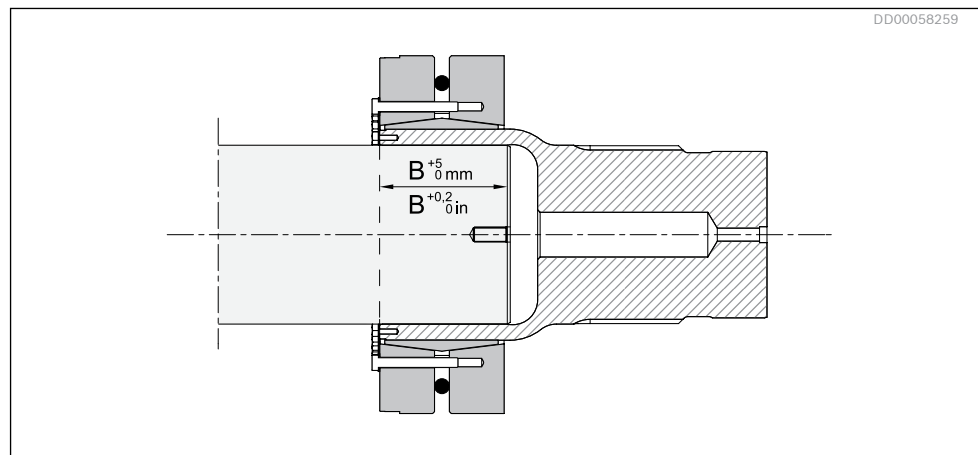
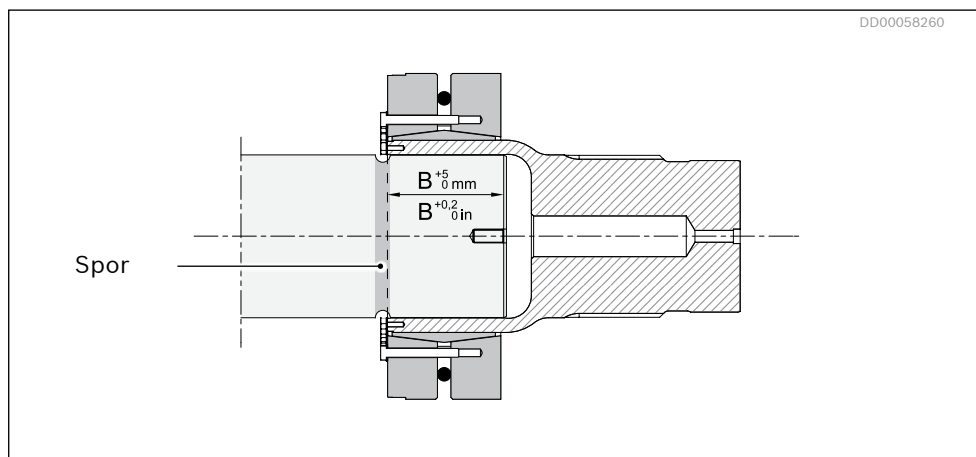

Fig. 36: Drevet aksel uten avspenningsspor
Fig. 37: Drevet aksel med avspenningsspor
4. Trekk koplingsadapteren på akselen ved å dreie mutteren på monteringsverktøyet til angitt klemmelengde (lengde B, se *Fig. 36* og *Fig. 37* og *Tabell 14*).
Motoren kan monteres på den drevne akselen med eller uten monteringsverktøy, men det anbefales å bruke monteringsverktøy fordi det gjør oppgaven lettere. Påse at hele klemmelengden benyttes ved f.eks. å måle og merke på den drevne akselen. Dette er spesielt viktig dersom den drevne akselen har avspenningsspor. Se Fig. 36, Fig. 37 og Tabell 14.
5. Trekk motoren på akselen ved å dreie mutteren på monteringsverktøyet inntil lengden som er angitt i Tabell 14 er nådd; se Fig. 36 og Fig. 37.
8. Sett tilbake plugg G 1" (2).
9. Sett tilbake endedekselet (1) og trekk til skruene sammen med skivene.